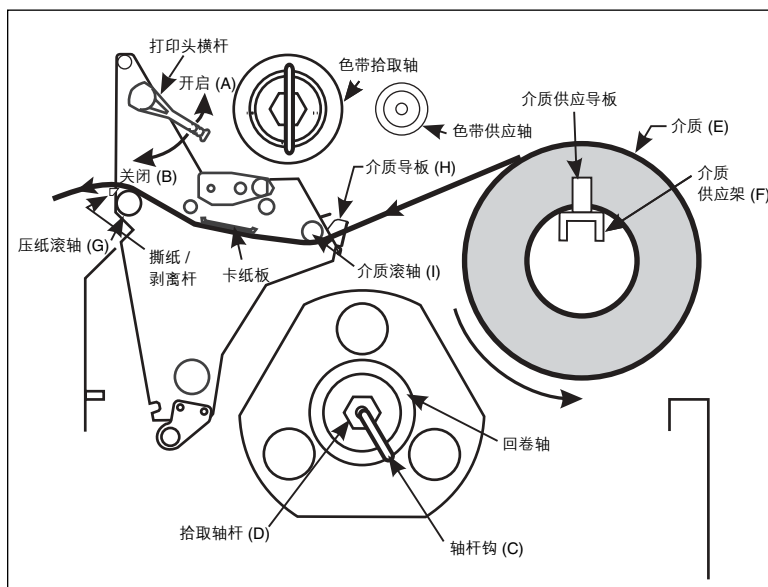
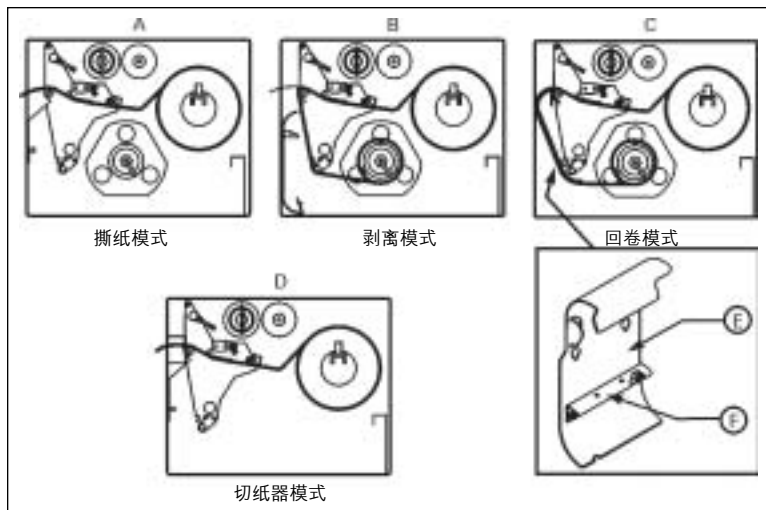

图 4
图 5
#### 撕纸模式的介质卷装载 (图 5-A)
1. 将介质卷 (图 4-E) 放置于「介质供应架」(图 4-F) 上。
2. 移动位于「上方打印头组件」上的横杆以开启打印头, 使其位于开启位置 (图 4-A)。
3. 松开「介质导板」(图 4-H) 上的螺丝, 并使导板的位置远离打印机框架, 越远越好。
4. 把介质从「介质滚轴」(图 4-I) 底下穿过, 使其位于「上方介质导板」与「主介质导板」之间, 「打印头」之下, 和「压纸滚轴」(图 4-G) 之上。
5. 调整「介质导板」(图 4-H) 的位置, 直到其碰触到介质外缘, 而不会扣紧为止。请确定其与介质边缘平行, 然后拧紧螺丝。
6. 移动位于「上方打印头组件」上的横杆以关闭打印头, 使其位于关闭位置 (图 4-B)。
### 剥离模式 (图 5-B)
2. 根据「撕纸模式」(图 5-A) 的说明来装载介质。装载介质时，应允许介质拉出的长度超出撕纸杆 1 米。如果使用标签材料，请揭下这段介质内的所有标签以形成引头。
3. 从「拾取轴杆」(图 4-D) 上取下「轴杆钩」(图 4-C)。如果您使用卷芯，请把所有的胶带从卷芯上拆下，并将其穿在「回卷轴」上，直到其厚度增加而碰到导板为止。
**注意：**在关闭「打印头开启杆」之前，请确认整个介质的通路 (1) 介质经过定位后紧靠内部导板，而几乎不接触外部导板与「介质供应导板」，(2) 介质已被拉紧，(3) 当介质在「回卷轴」/卷芯上卷绕时，介质与其本身平行，也与整个走纸通路平行。
### 回卷模式 (图 5-C)
1. 在打印组件的前方，把「介质回卷板」(图 5-E) 从介质仓内部的存放位置上取出。
2. 反转「回卷板」，使其附带的「钩板」(图 5-F) 的边缘朝下。
4. 根据「撕纸模式」(图 5-A) 的说明来装载介质。装载介质时，应允许介质拉出的长度超出撕纸杆 1 米。如果使用标签材料，请揭下这段介质内的所有标签以形成引头。
5. 从「拾取轴杆」(图 4-D) 上取下「轴杆钩」(图 4-C)。如果您使用卷芯，请把所有的胶带从卷芯上拆下，并将其穿在「回卷轴」上，直到其厚度增加而碰到导板为止。
6. 如图 4 及图 5-C 的方式装设介质，并且 (1) 在「回卷轴」上卷动 1-2 次，再重新安装「轴钩」，或 (2) 在 76.2 mm 卷芯上卷动 1-2 次。(对某些类型的介质而言，特别是签条介质，如果介质无法在卷芯上卷紧，您可能需要将介质末端用胶带贴在卷芯上。除非有绝对的必要，否则不要用胶带把标签材料贴到卷芯上。)
### 切纸器模式 (图 5-D)
1. 根据以上「撕纸模式」(图 5-A) 的说明来装载介质, 不同之处是介质在装设时要穿过切纸器模块, 如图 5-D 所示。
折页式介质可以放在介质仓的底部、「折页式介质供应仓」或打印机底部或后方等可利用的外部位置上。调整「介质导轨」(图 4-H) 的螺丝, 让介质不至于滑动; 确认其与介质边缘平行。